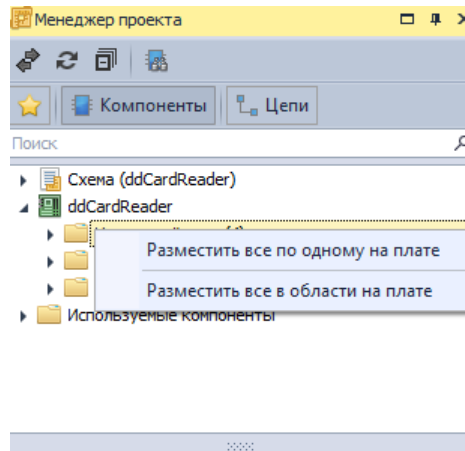

Рис. 91 Начало одиночного размещения
2. Вызвать контекстное меню и выбрать пункт «Разместить все по одному на плате», см. Рис. 91.